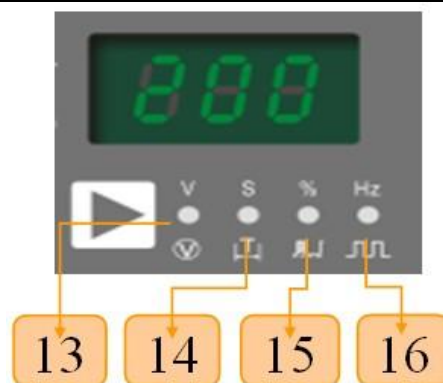

Figure 5.8: wybrane parametry
- 6) Wybierz parametr, który ma być przeglądany lub modyfikowany, Jeśli to konieczne, wybierz lub zmień parametr procesu spawania (*rysunek 5.6*)(*rysunek 5.7*) (*rysunek 5.8*),